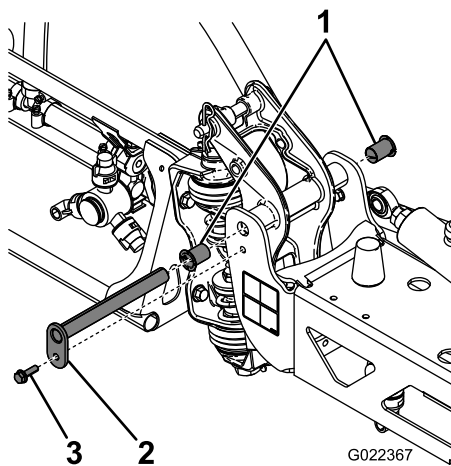

Bild 62
3. Wenn das Gewicht des Auslegers abgestützt ist, nehmen Sie die Schraube und die Mutter ab, mit denen der Lagerbolzen am Ausleger befestigt ist (Bild 62).
4. Entfernen Sie die Schraube und die Mutter, mit denen der Lagerbolzen befestigt ist, und nehmen Sie den Bolzen ab (Bild 62).
6. Nehmen Sie die Nylondrehbuchsen vorne und hinten an der Schwenkhalterung ab und prüfen Sie sie (Bild 62).
7. Tragen Sie etwas Öl auf die Nylondrehbuchsen auf und setzen Sie sie in die Schwenkhalterung ein (Bild 62).
8. Montieren Sie den Ausleger und die Schwenkhalterung im mittleren Rahmen und fluchten Sie die Löcher aus (Bild 62).